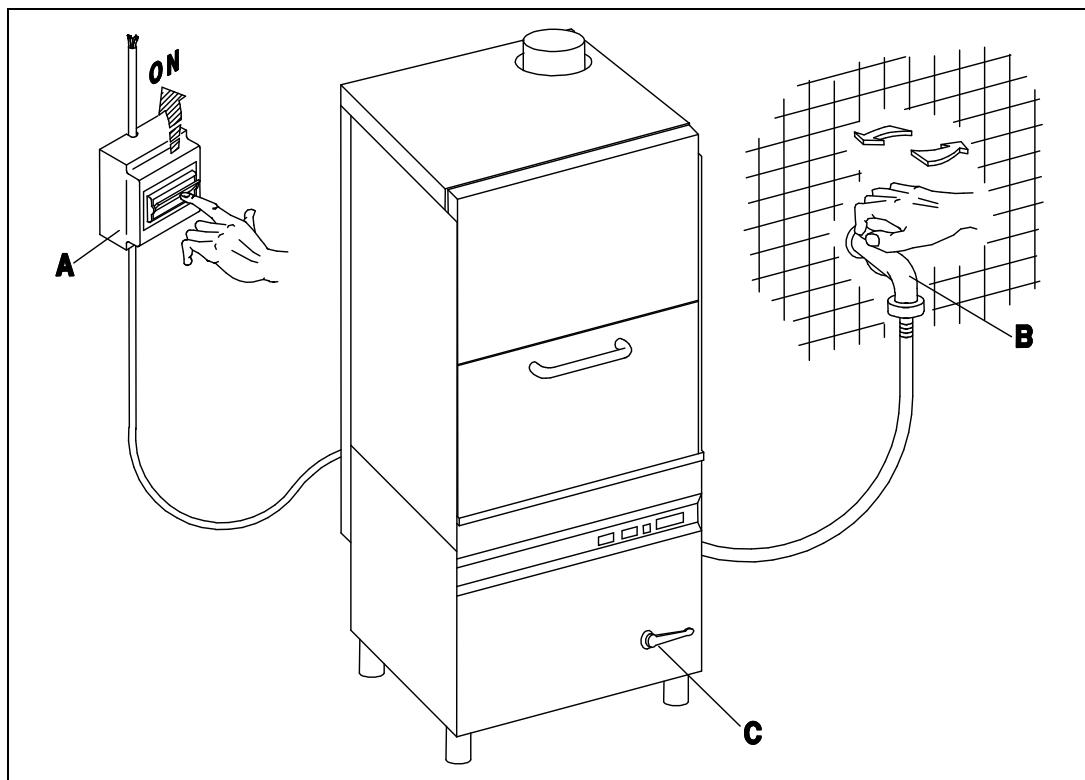

Fig. 3-1
- Chiudere la valvola di scarico (C), aprire il rubinetto dell'acqua (B), inserire l'interruttore generale (A) ed attivare l'interruttore 0-I (E), l'accensione della spia di linea (D) dimostrerà che l'apparecchio è in tensione, avrà così inizio il carico dell'acqua nel serbatoio e successivamente nella vasca. Alla fine dell'operazione di caricamento acqua si inseriranno automaticamente le resistenze del serbatoio e della vasca. Una volta che le temperature visualizzate dai termometri (T1) e (T2) avranno raggiunto le temperature impostate, sui termostati vasca e serbatoio (boiler), l'apparecchio sarà pronto per iniziare il lavaggio. (fig.3-1÷3-2)
- Close the outlet valve (C), turn on the water tap (B), switch on the master switch (A) and switch on by means of the 0-I switch (E). The line warning light (D) illuminates to show that the appliance is live and the boiler and the tank are filled with water. When the appliance has been filled with water the boiler and tank heating elements are automatically activated. When the temperature shown on the thermometers (T1) and (T2) reaches the temperature set on the thermostats of the tank and the boiler, the appliance will be ready to start the washing programme. (fig.3-1÷3-2)
- Auslassventil (C), den Wasserhahn (B) öffnen, den Hauptschalter (A) betätigen und den Schalter 0-I (E) einschalten. Das Aufleuchten der Kontrolleuchte (D) zeigt an, daß das Gerät unter Spannung steht und daß das Wasser in den Boiler und anschließend in den Tank eingelassen wird. Nach dem Auffüllen mit Wasser schalten automatisch die Heizelemente im Boiler und im Tank ein. Wenn die von den Thermometern (T1) und (T2) angezeigten Temperaturen, die auf den Thermostaten des Tankes und des Boilers angesetzten Temperaturen erreicht haben, kann das Spülprogram gestartet werden. (fig.3-1÷3-2)
- Fermer la soupape de vidange (C), ouvrir le robinet de l'eau (B), insérer l'interrupteur général (A) et ouvrir l'interrupteur 0-I (E) le témoin lumineux vert (D) qui s'allume indique que l'appareil est sous tension et que le réservoir d'eau commence à être alimenté et que la cuve le sera ensuite elle aussi. A la fin de l'opération d'alimentation en eau, les éléments chauffants du réservoir et de la cuve entreront automatiquement en fonction. Une fois que la température affichée par les thermomètres (T1) et (T2) aura atteint les températures affichées sur les thermostats du réservoir et de la cuve, on pourra faire démarrer un programme de lavage. (fig.3-1÷3-2)
- Cierre la válvula de descarga (C), abra el grifo del agua (B), conectar el interruptor general (A) y conecte el interruptor general 0-I (E). El encendido del piloto de línea (D) indica que el aparato está en tensión: empieza a llenarse de agua el tanque y a continuación se llena la cuba. Al final de la carga del agua se conectan automáticamente las resistencias del tanque y de la cuba. Cuando las temperaturas que indican los termómetros (T1) y (T2) alcancen los valores prefijados en los termostatos de cuba y hervidor, el aparato estará listo para empezar el lavado. (fig.3-1÷3-2)
- Fehcar a válvula de descarga (C), abrir a torneira de água (B), acionar o interruptor geral (A) e acionar o interruptor 0-I (E), a indicação do sinal luminoso (D), indicará que o aparelho está ligado, iniciará então o enchimento de água no reservatório e sucessivamente na cuba. Ao final da operação de enchimento de água, automaticamente funcionarão as resistências do reservatório e da cuba. Uma vez que as temperaturas visualizadas dos termómetros (T1) e (T2) atingirem os níveis ideais, nos termostatos da cuba e do reservatório (Boiler), o aparelho estará pronto para iniciar a lavagem. (fig.3-1÷3-2)